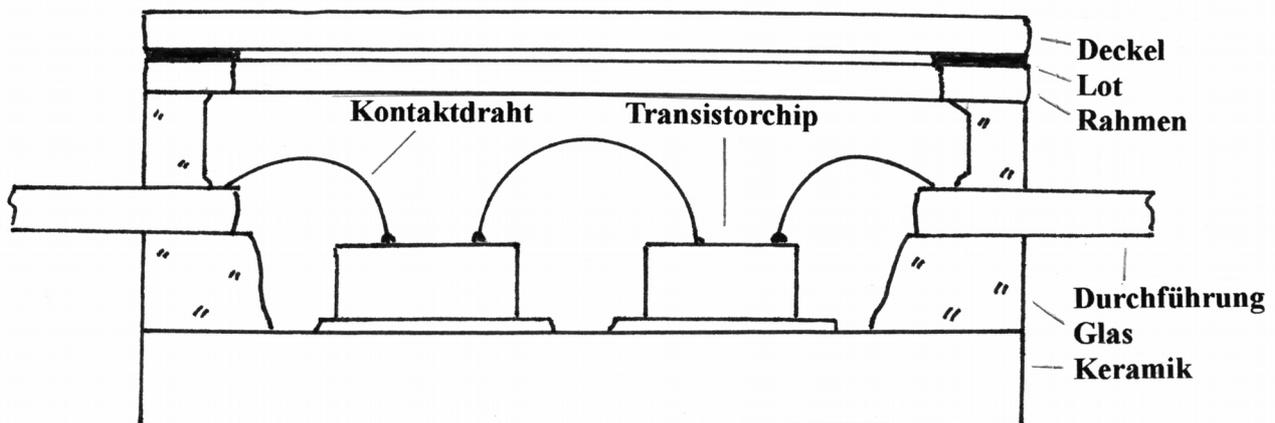

Bild 1: Querschnitt durch ein Flachgehäuse
1. Flachgehäuse: Flachgehäuse zählen zu den eher aufwändigen Bauformen in der Mikroelektronik. Oft bilden sie die Verpackung in der Multichiptechnik. Hier sind in nur einem Gehäuse mehrere Bauteile, meist Transistoren, zu einer Schaltung verknüpft. Dies ist sinnvoll, wenn es um eine möglichst enge Bauweise geht, z.B. in der Raumfahrt. Ein solches Gehäuse hat typischerweise Außenabmessungen von ca. 10 x 14 mm² bei einer Bauhöhe von etwa 4 mm. Es hat innen einen Keramikboden mit mehreren vergoldeten Metallinseln, darüber vergoldete Kovar-Durchführungen, 2x5 = 10 Stück, in eine Glasfritte eingeschmolzen. Darüber befindet sich, auf die Glasfritte aufgeschmolzen, ein Kovarrahrmen, gleichfalls vergoldet. Nach der Montage und Kontaktierung der Transistorchips auf den Metallinseln ist das Flachgehäuse zu verschließen. Hierzu dient ein Metalldeckel, gleichfalls aus vergoldetem Kovar (Bild 1). Die Schaltung lässt sich versiegeln z.B. mit einem Epoxi-Kleber, als Rahmen auf den Deckel gedruckt. Die hier besprochene andere Methode ist ein Zulöten der Schaltung mit einem Rahmen aus Lotfolie (Preform), ca. 20 µm dick.